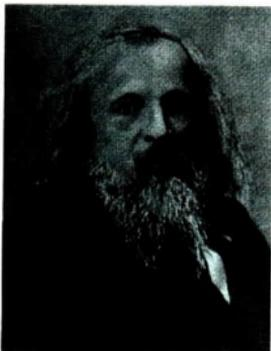

Abb. 42
**Entwicklung des Periodensystems der Elemente.** In der Mitte des 19. Jahrhunderts waren über 60 Elemente bekannt. Viele Chemiker versuchten, diese Elemente systematisch zu ordnen. In den Jahren 1869 bis 1870 entwickelten *Dmitri Iwanowitsch Mendelejew* (Abb. 42) und *Lothar Meyer* (Abb. 43) unabhängig voneinander einen Vorschlag für eine systematische Anordnung der Elemente in einer Tabelle, das **Periodensystem der Elemente**. Die danach entdeckten Elemente konnten in das Periodensystem eingeordnet werden. Heute ist das Periodensystem der Elemente mit seinen über 100 bekannten Elementen ein wichtiges Arbeitsmittel für die Chemiker.